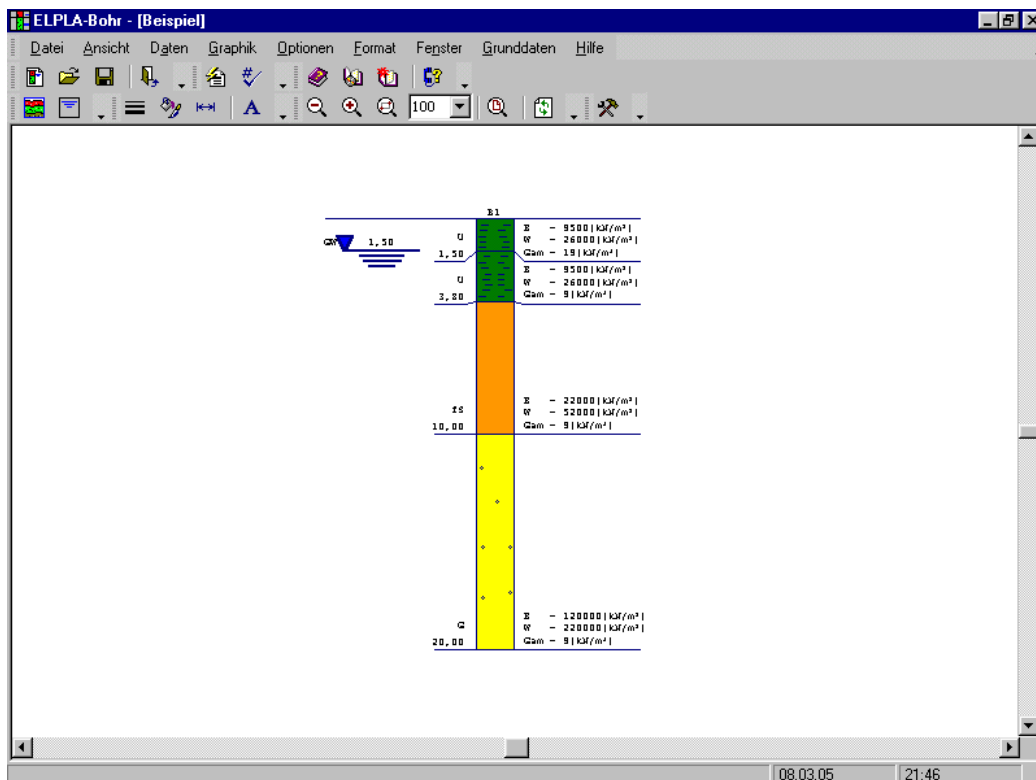
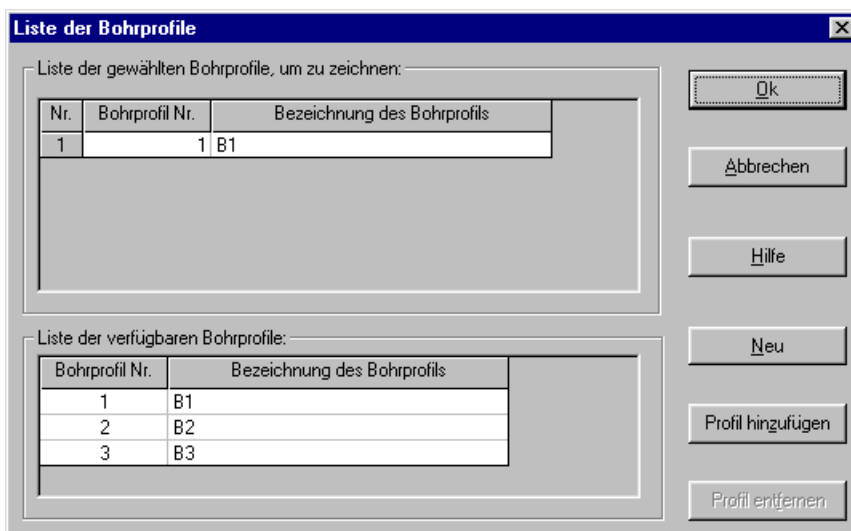
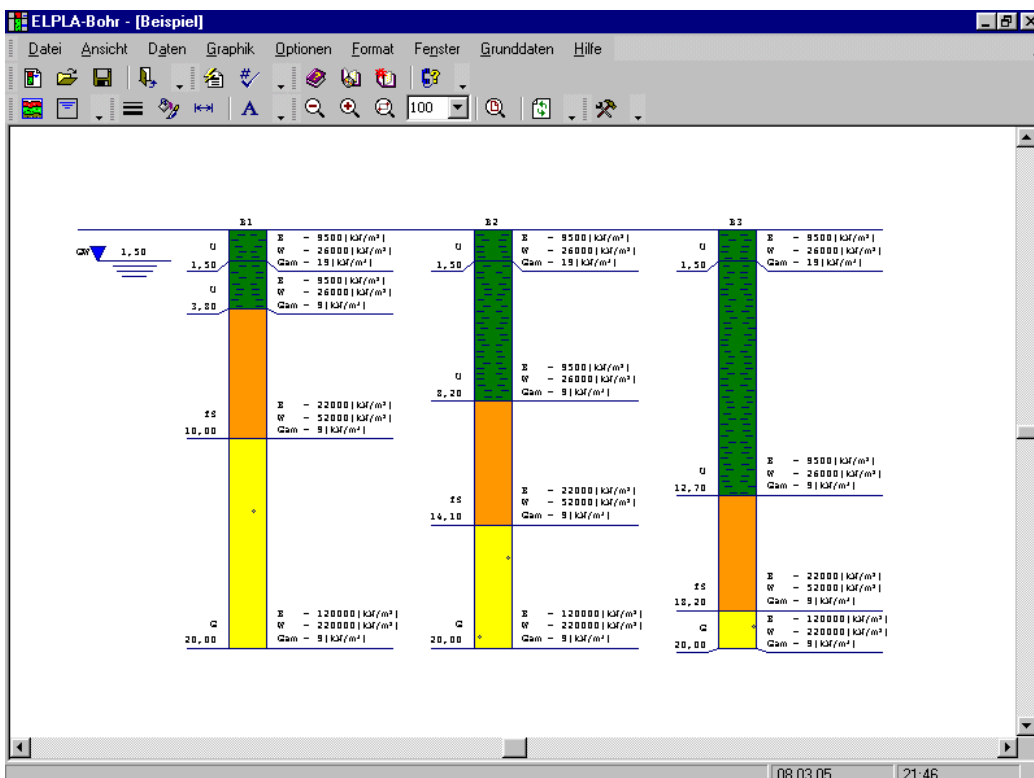
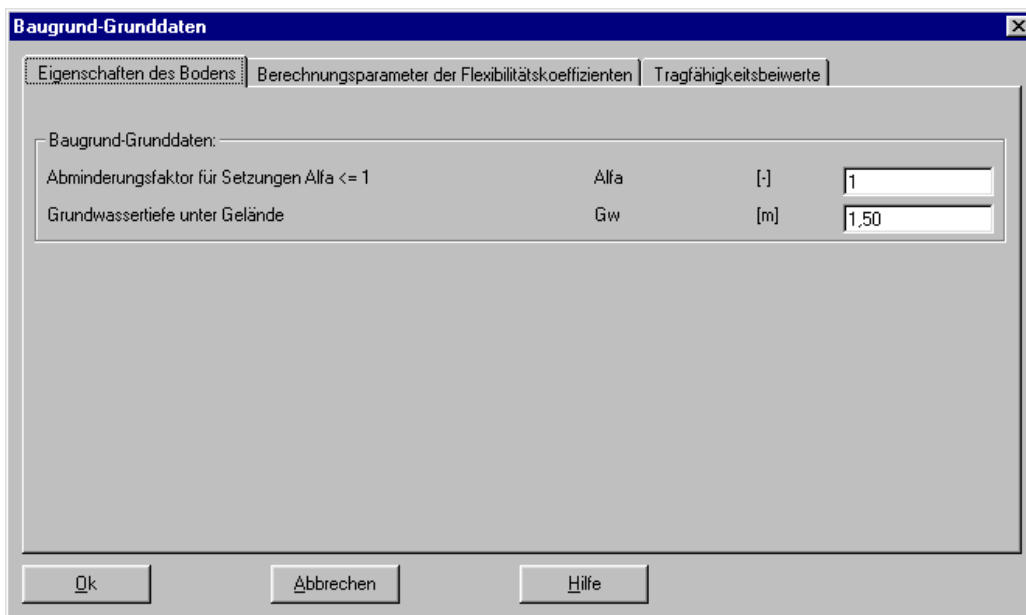

Bild 1-19 Erstes Bohrprofil auf dem Bildschirm
Bild 1-20 Listenfeld "Liste der Bohrprofile"
Bild 1-21 Bohrprofile auf dem Bildschirm
Bild 1-22 Dialogfeld "Baugrund-Grunddaten"
Nach dem Erstellen von Bohrprofilen klicken Sie auf "OK" im Dialogfeld "Baugrunddaten" im Bild 1-18, um die definierten Bohrprofile auf dem Bildschirm zu sehen, wobei der Benutzer die Eingabedaten und Parameter kontrollieren oder modifizieren kann. Als Standardzeichnungsparemeter stellt *ELPLA* nur das erste Bohrprofil auf dem Bildschirm dar (Bild 1-19).
- Wählen Sie den Befehl "Darstellung der Bohrprofilschnitte" aus dem "Graphik"-Menü im Bild 1-19. Das folgende Listenfeld im Bild 1-20 erscheint
- Wählen Sie das Bohrprofil, das Sie zeichnen wollen, aus der Liste der verfügbaren Bohrprofile im Bild 1-20
- Klicken Sie auf "OK" im Bild 1-20. Die gewählten Bohrprofile erscheinen auf dem Bildschirm zur Kontrolle oder um die Bohrprofildaten graphisch zu ändern (Bild 1-21)
- Wählen Sie den Befehl "Baugrund-Grunddaten" aus dem "Daten"-Menü im Bild 1-21. Das folgende Dialogfeld im Bild 1-22 erscheint. In diesem Dialogfeld geben Sie den Abminderungsfaktor für Setzungen α [-], *Poissonzahl* des Bodens ν_s [-] und die Grundwassertiefe unter Gelände G_w [m] ein, wie im Bild 1-22 gezeigt
- Klicken Sie auf "OK" im Dialogfeld "Baugrund-Grunddaten" im Bild 1-22
- Wählen Sie den Befehl "Baugrunddaten speichern" aus dem "Datei"-Menü im Bild 1-21, um die Baugrunddaten zu speichern